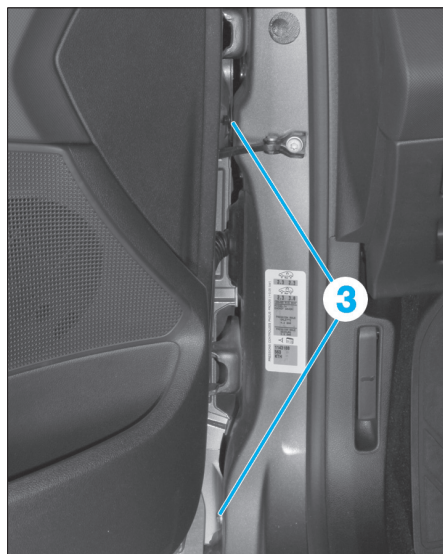

Fig. 160
- Entre la porte et le pied avant, déposer les vis (3) (Fig.160).